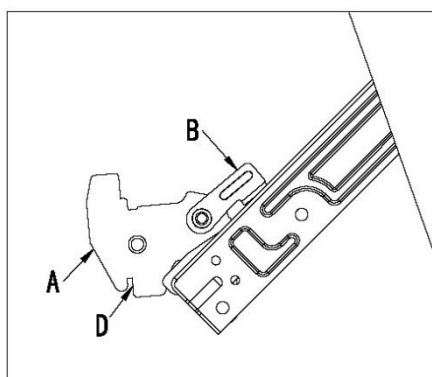

Fig. 11-1
- Ouvrez complètement la porte et soulevez les 2 leviers «B »(fig. 11-1) ;